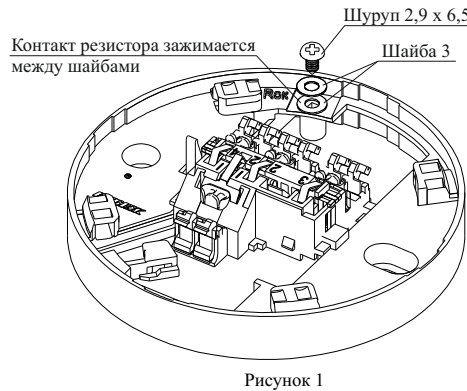

Рисунок 1
- Для подключения извещателя к прибору с использованием добавочного резистора в базовых основаниях V1.031, V1.041, V2.031, V2.041 имеется дополнительный контакт, обозначенный Рок (рисунок 1). Схема подключения приведена на рисунке Г.1 приложения Г.